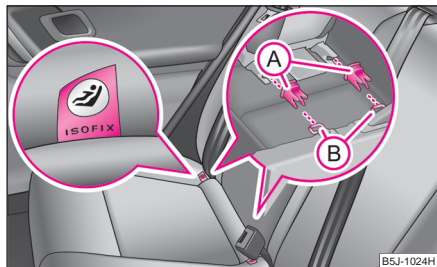

Fig. 131 Inelele de prindere (sistemul ISOFIX)
- Elementul de prindere **A** se introduce în inelele **B** existente la baza îmbinării spătarului scaunului cu perna ⇒ fig. 131.